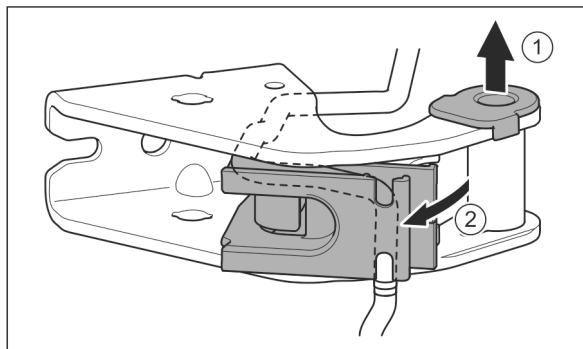

Fig. 29
- ▶ Vytáhněte ložiskové pouzdro z vedení. Fig. 29 (1)
- ▶ Otočte držák kabelu ven. Fig. 29 (2)